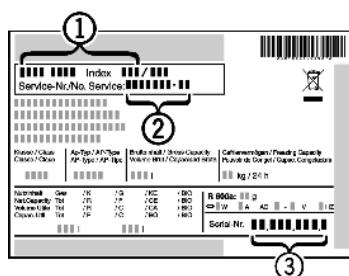

Fig. 17
- ▶ Наименование устройства Fig. 17 (1), сервисный № Fig. 17 (2) и серийный № Fig. 17 (3) считайте с заводской таблички. Заводская табличка находится внутри устройства слева.
- ▶ Обратитесь в сервисную службу и сообщите вид неисправности, наименование устройства Fig. 17(1), сервисный № Fig. 17(2) и серийный № Fig. 17(3).